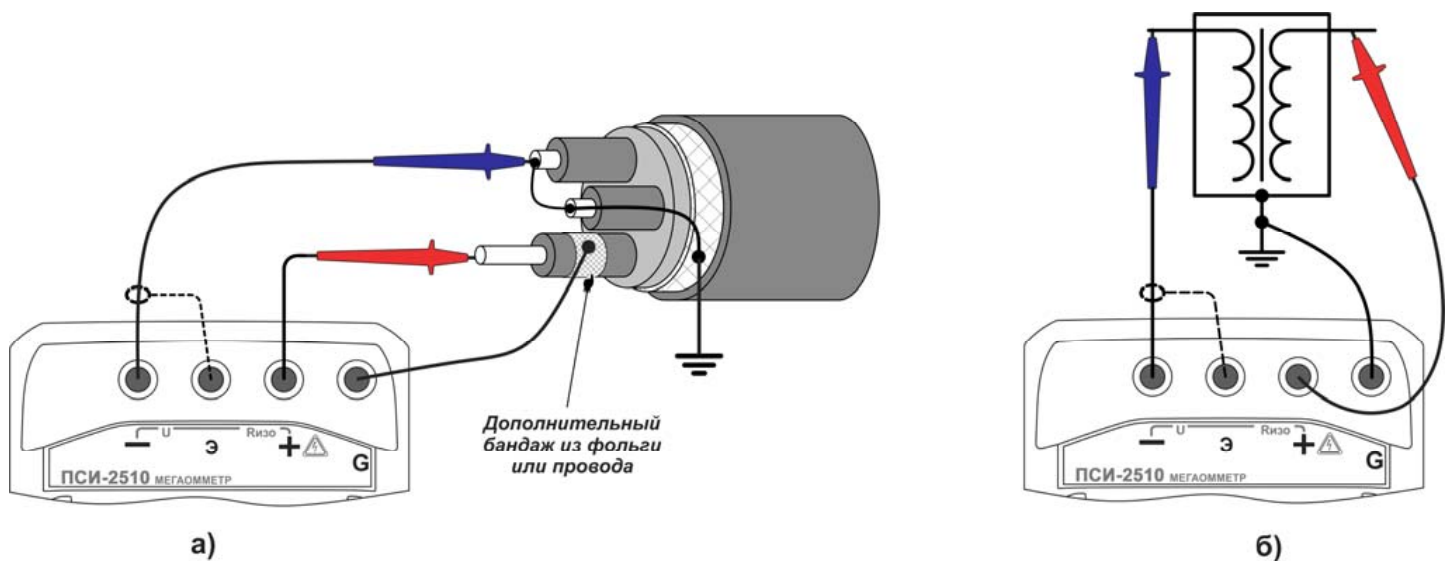

Рисунок 2.12 – Снижение влияния поверхностных токов утечки
- обычно, если один из контактов измеряемого сопротивления заземлен (рисунок 2.12 а), то к нему рекомендуется подключать «-» мегаомметра. Однако, в случае неустойчивых показаний смена полярности подключения может обеспечить более стабильные показания.